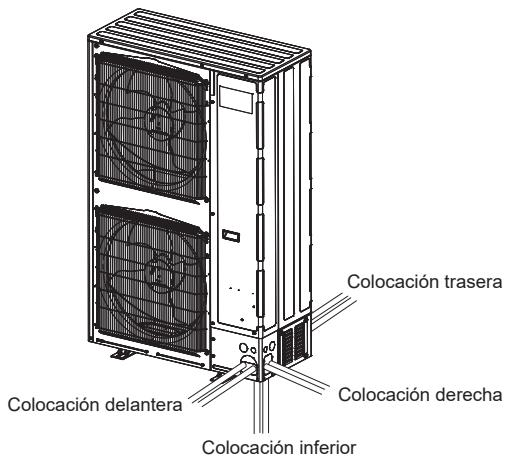

Fig. 4-10
- ① Realice las conexiones de los tubos de refrigerante de la unidad interior/exterior con la válvula de parada de la unidad exterior completamente cerrada.
- ② Purgue el aire del sistema por succión en la unidad interior y tubos de conexión.
- ③ Coloque la cubierta frontal y la cubierta posterior de modo que coincidan con cada una de las direcciones por las que pasa la tubería. (Fig. 4-10)
- Cuando se traza el recorrido de la tubería utilizando una cubierta de tubería, corte la cubierta de la tubería (Ⓑ o Ⓣ) siguiendo la guía y envuelva los tubos. (Fig. 4-10)